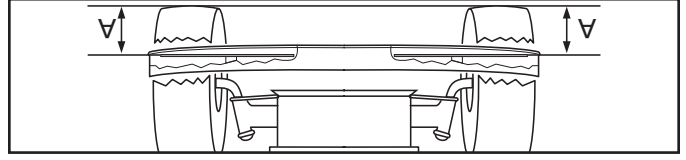

Fig. 30
- AJUSTEMENT LATÉRAL DE PRÉCISION (Voir Fig. 30)**